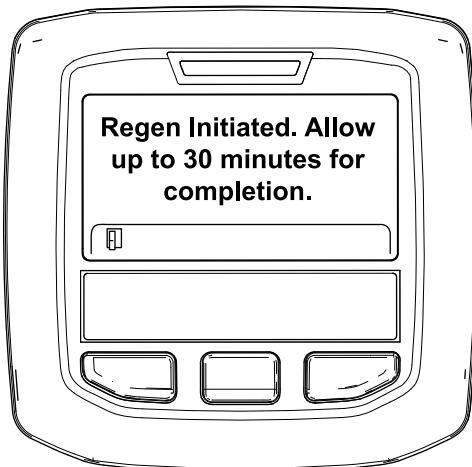

Figura 39
- Si la regeneración está permitida, en el InfoCenter se muestra el mensaje "Regen Initiated. Allow up to 30 minutes for completion" (Regeneración iniciada. Esperar 30 minutos para que se complete), espere a que la máquina complete el proceso de regeneración en estacionamiento (Figura 39).